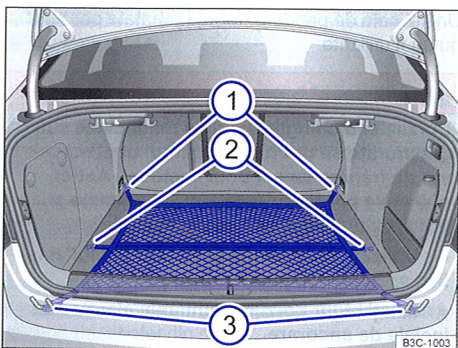
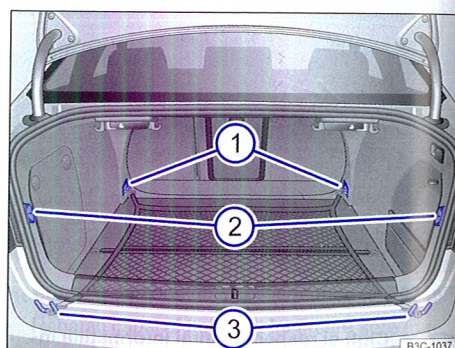

Fig. 107 În portbagaj: plasa pentru bagaje.
Fig. 108 În portbagaj: inelele ① și ③ precum și suportul ② pentru prinderea plasei pentru bagaje. ▶
- Agățați cârligul ⇒ fig. 107 ① plasei pentru bagaje de inelul de ancorare din spătarul scaunului din spate ⇒ fig. 108 ① ⇒ ⚠️. Fermoarul plasei pentru bagaje trebuie să fie orientat în sus.
- Agățați cârligul ⇒ fig. 107 ③ de inelele de ancorare din marginea de încărcare ⇒ fig. 108 ③.
- Prindeți cârligele scurte ⇒ fig. 107 ② ale plasei pentru bagaje în suporturile ⇒ fig. 108 ② ⇒ ⚠️. Fermoarul plasei pentru bagaje trebuie să fie orientat în sus.
- Agățați cârligele ⇒ fig. 107 ① și ③ de inelele de ancorare ⇒ fig. 108 ③.